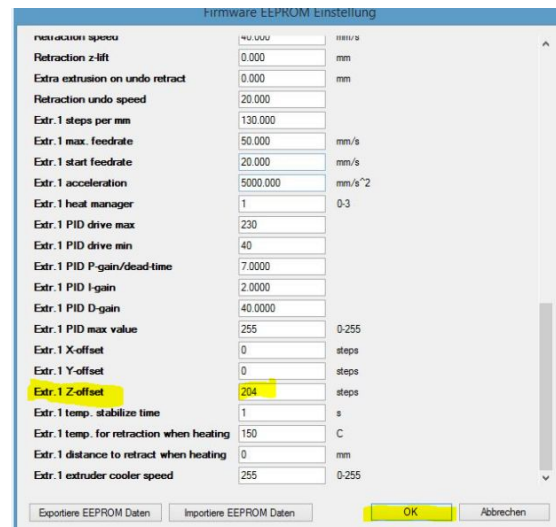

Abb. 16: Offset Z-Achse
- **Extr.1 Z-offset** (Abb. 16)